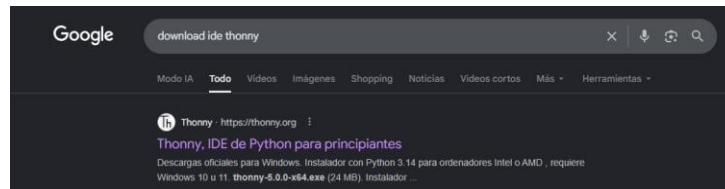

Figura 2. Seleccione la opción señalada.
- Download IDE THONNY (figura 2).